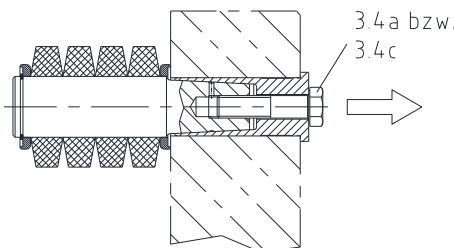

Bild 17: Demontage der Sechskantschraube
- Demontieren Sie die Schraube (Bild 17; Bauteil 3.4a oder 3.4c). Anschließend reinigen Sie die Gewindebohrung und das Gewinde der Schraube.